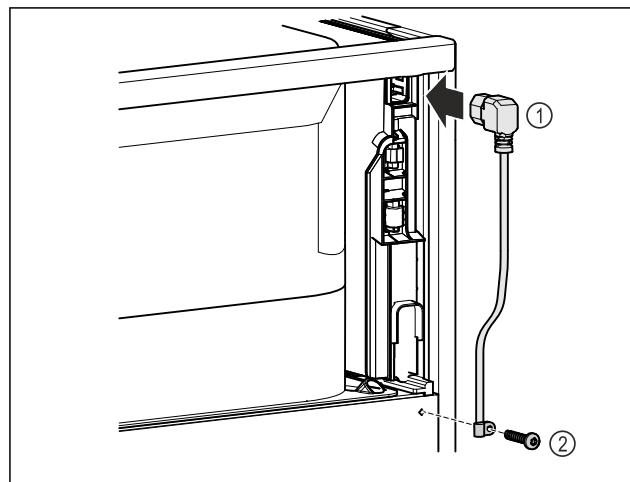

Fig. 48
- Insertar el conector para aparatos de frío del cable de alimentación Fig. 48 (1) en la parte posterior del dispositivo.
- Montar la protección contra tirones Fig. 48 (2).